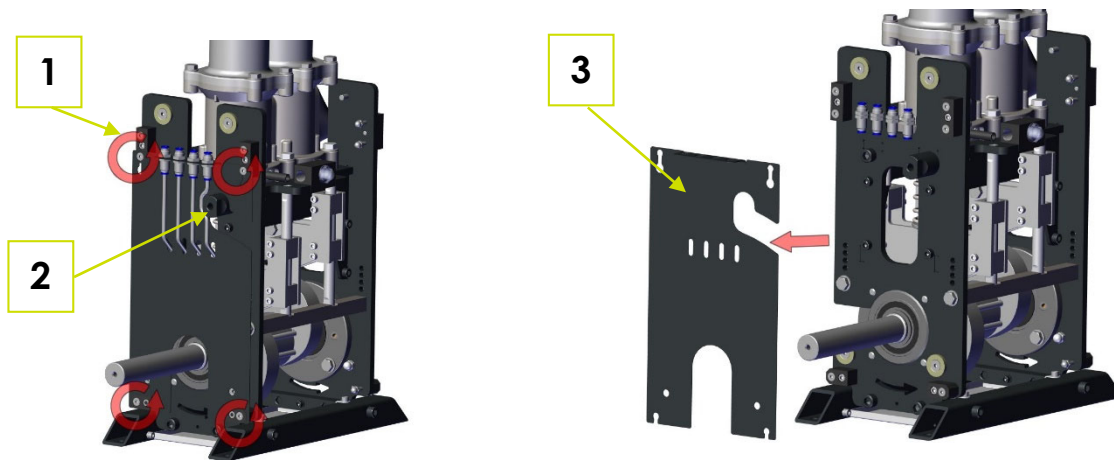

Fig. 4-8: Démontage du couvercle de connexion
1. Sur la face arrière de la Pompe à pistons (Fig. 4-8 : Démontage de la protection de la transmission), desserrer de 5 tours les quatre vis à six pans creux M6x50 (1) avec une clé Allen de 4 mm ()
1. Sur la face arrière de la Pompe à pistons (Fig. 4-8 : Démontage de la protection de la transmission), desserrer de 5 tours les quatre vis à six pans creux M6x50 (1) avec une clé Allen de 4 mm (↻).
2. Desserrer les conduites de graisse (2) des raccords enfichables.
3. Retirer la protection de la transmission (3) dans le sens de la flèche (Fig. 4-8 : Démontage de la protection de la transmission).